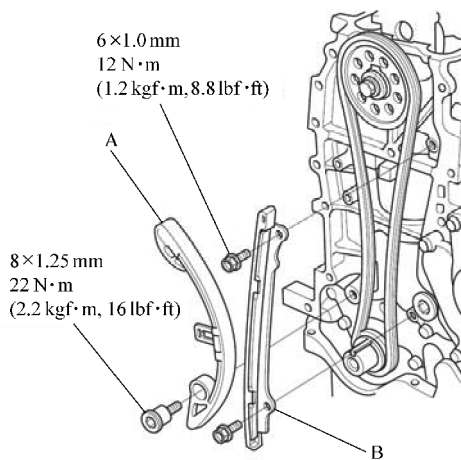

图 11-28 安装凸轮链条导板
7) 安装凸轮链条张紧器 A 和凸轮链条导板 B，如图 11-28 所示。